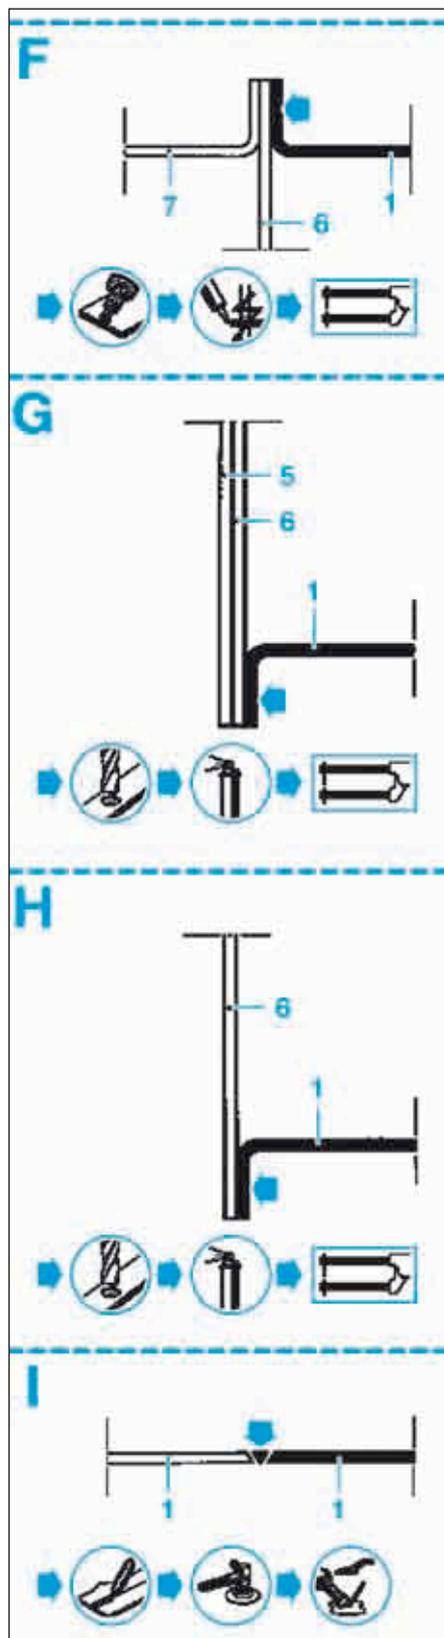

FIG.25
- Percer avec un foret pour un soudage ultérieur par points (Fig.25).